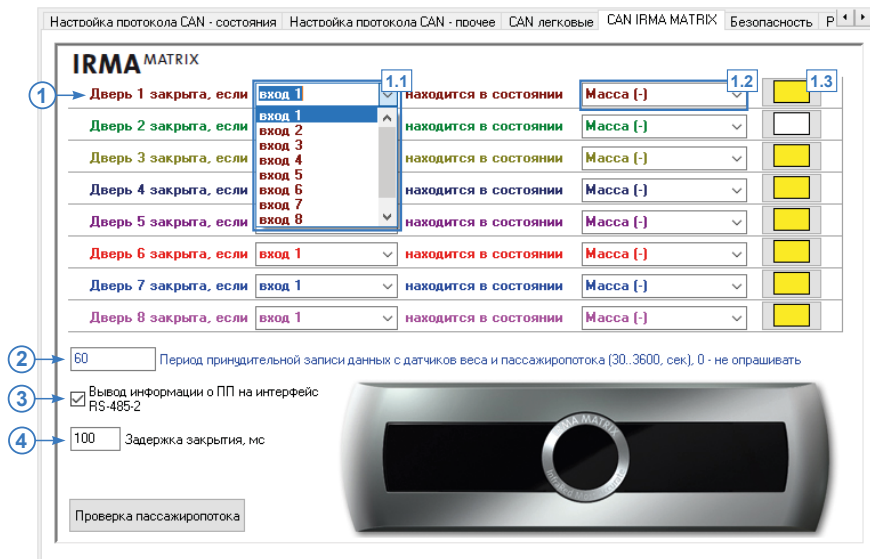

Рис.76. Вкладка «CAN IRMA MATRIX».
Перейдите на вкладку «CAN IRMA MATRIX» и включите опцию Подключение CAN IRMA MATRIX. Вам будет доступно меню настройки работы датчика (Рис.76).
Для того чтобы прибор «АвтоГРАФ» определял открытие и закрытие двери транспортного средства при помощи концевиков, для настраиваемой двери (Рис.76, п.1) необходимо:
- выбрать вход прибора «АвтоГРАФ», к которому подключен датчик этой двери, либо выбрать состояние «ТС движется» – при такой настройке дверь считается закрытой всегда во время движения (Рис.76, п.1.1). Движение ТС определяется по скорости и ускорению, вычисленных контроллером «АвтоГРАФ»;
- если закрытие двери определяется по состоянию входа контроллера, то выбрать состояние этого входа, соответствующее закрытию двери (Рис.76, п.1.2). Контроль состояния двери транспортного средства позволяет фильтровать показания датчиков пассажиропотока, когда двери ТС закрыты;
- рекомендуется также настроить входы контроллера. Для быстрого перехода в меню настроек цифровых входов (вкладки «Входы 1-4» и «Входы 5-8») предусмотрены кнопки быстрого перехода (Рис.76, п.1.3).
- **Период принудительной записи данных с датчиков веса и пассажиропотока (Рис.76, п.2).** Любое изменение состояния датчика фиксируется прибором и записывается в память. Если нет данных для записи, прибор через определенный период времени опрашивает датчик и делает принудительную запись. **Период принудительной записи данных с датчиков веса**
- **Опция «Вывод информации о ПП на интерфейс RS-485-2» (Рис.76, п.3)** разрешает передачу данных о пассажиропотоке внешнему устройству по интерфейсу RS-485-2. Если такое устройство отсутствует, необходимо отключить опцию.
- **Задержка закрытия, мс (Рис.76, п.4)** – интервал времени после закрытия дверей транспортного средства, по истечении которого контроллер «АвтоГРАФ» определит закрытие дверей и выключит систему IRMA MATRIX. Задержку необходимо задавать в миллисекундах. Данная задержка предназначена для корректной обработки закрытия двери в тех случаях, когда концевик срабатывает раньше, чем дверь была закрыта реально.